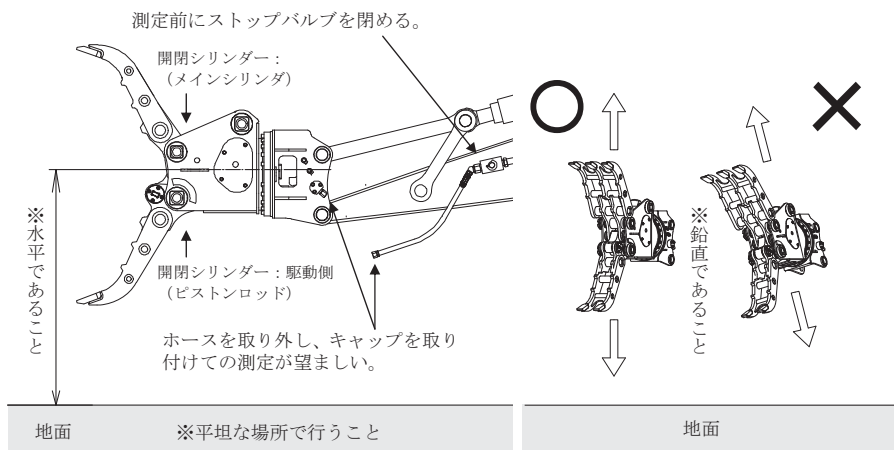
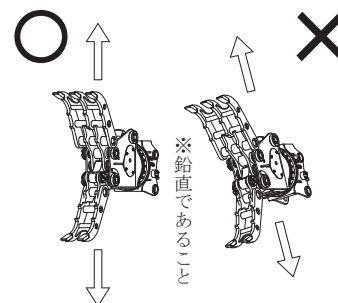

図 7-7-1 開閉シリンダーの伸縮量測定
図 7-7-2 開閉シリンダーの伸縮量測定
(1) 1本シリンダータイプの開閉シリンダー伸縮量測定
- ① エンジンを始動させ、アタッチメントの開閉シリンダーのメインシリンダが上側・開閉シリンダー駆動部（ピストンロッド）が下側（図 7-7-1 参照）の位置になるようアタッチメントを旋回させる。
- ② アタッチメントのフレーム中心が水平（図 7-7-1 参照）かつフレーム正面が鉛直（図 7-7-2 参照）になるように、アタッチメントの位置を調整する。
- ③ アタッチメントのアームを最大開口まで開く。
- ④ エンジンを停止させ、ストップバルブを閉める。（このとき、油圧ショベルアームに接続されたホースを取り外し、キャップを取り付けておくことが望ましい。）
- ⑤ この状態で 5 分間放置してから、開閉シリンダーの伸縮量を測定する。